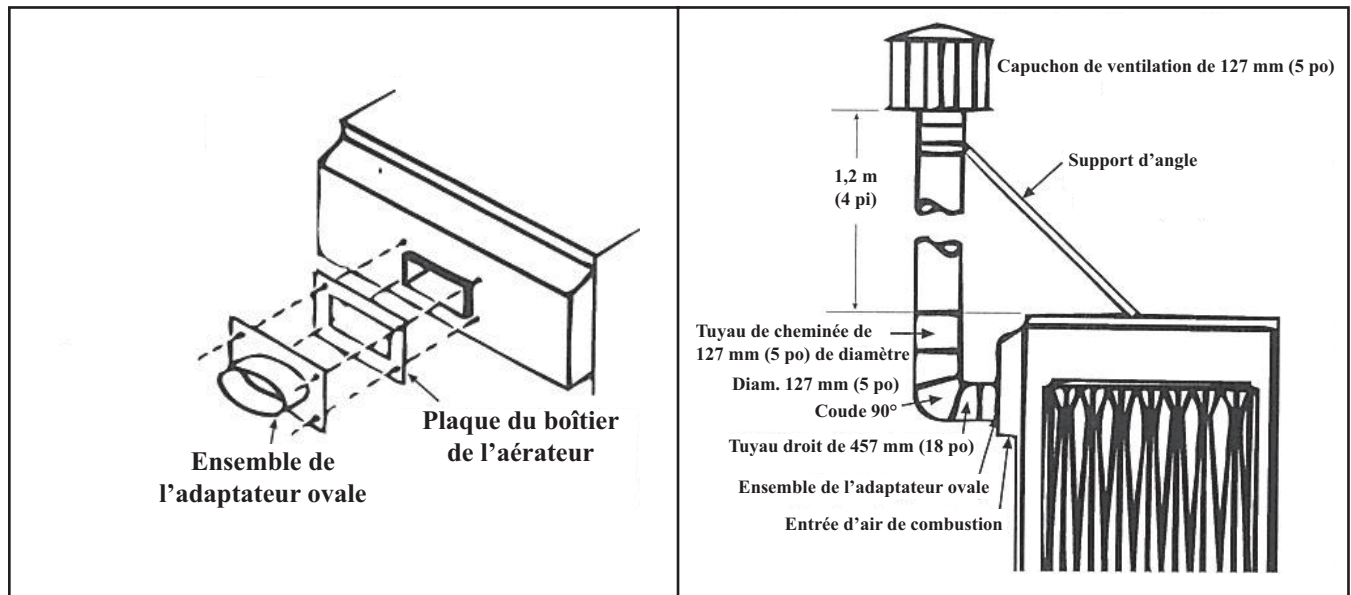

Figure 10. Évacuation de cheminée verticale en option (option CC3)
- Les fournaises à ventilation mécanique avec évacuation de cheminée verticale en option (option CC3) sont homologuées lorsqu'un tuyau vertical de 1,2 mètre (4 pieds) est fixé comme montré dans la Figure 10. La distance est mesurée entre le dessus de l'appareil et le bas du capuchon de ventilation.
- La trousse de l'option CC3 (PN 45021) comprend un capuchon de ventilation de 127 mm (5 pouces) (PN 110052), un ensemble adaptateur (PN 103025) et une plaque d'étanchéité d'évent (PN 43446). Le tuyau de ventilation de 127 mm (5 pouces) et les supports d'angles (1/2 po × 1/2 po, calibre 20 recommandés) sont fournis sur le chantier. Installez la trousse en option comme suit (voir Figure 10) :
- c. Branchez le tuyau de la cheminée et supportez-le avec les supports d'angles comme montré dans la Figure 10.